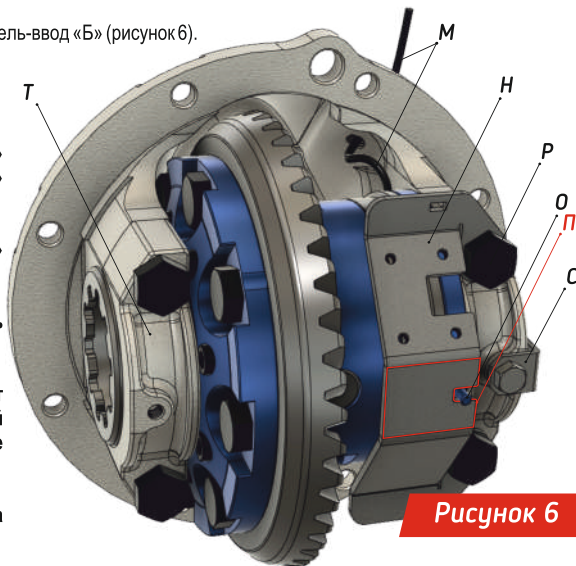

Рисунок 6
- 3.3 Установите фиксирующую скобу «С» в необходимое положение и затяните её (рисунок 6).
- 3.5 Проденьте кабель «М» изнутри моста через кабель-ввод «Б» (рисунок 6).
- 3.7 Установите кронштейн «Н», при этом упор «О» электромагнита «Е» должен быть в пазу «П» кронштейна «Н» (рисунок 6).
Упор «О» электромагнита «Е» должен иметь люфт (рисунок 6).